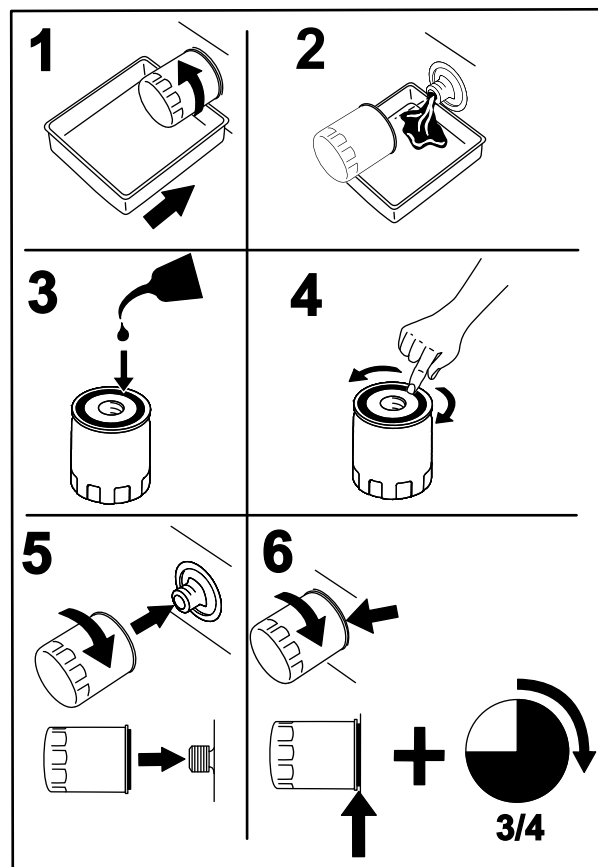

Figure 51
- Remplacez le filtre à huile moteur (Figure 51).